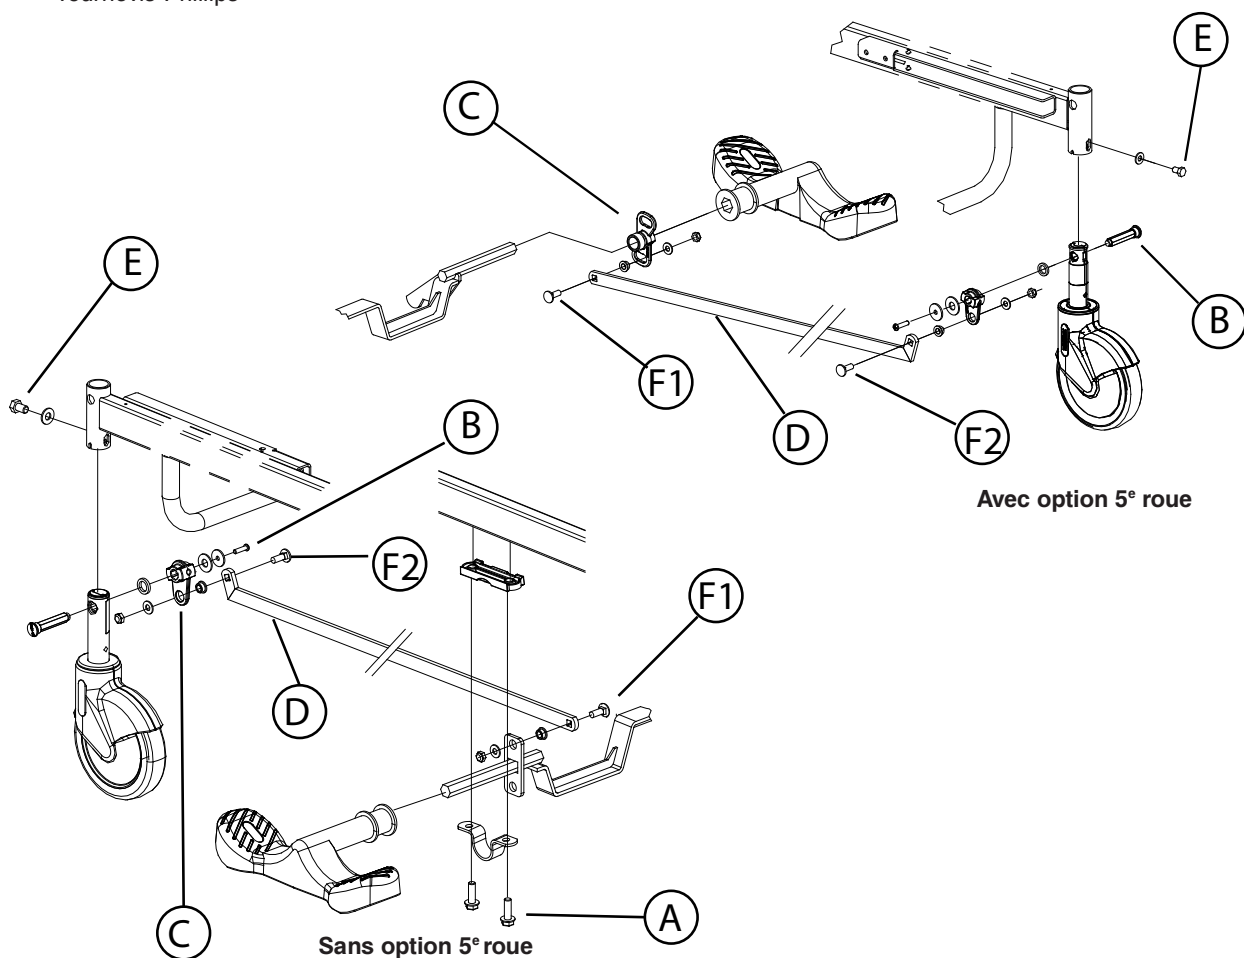

Figure 3.4B
3. À l'aide d'une douille 1/2", retirez les deux boulons (A) retenant le support de 5^e roue (en option) ou le support de balancier (A, Figure 3.4B, page 37) du côté de la pédale à remplacer et déposez le support. Récupérez l'espaceur moulé (B).
3. À l'aide d'une clé à cliquet 1/2", retirez les deux écrous, rondelles, entretoises à épaulement et boulons (F1, Figure 3.4B, page 37) reliant l'extrémité des barres de liaison aux leviers de blocage, du côté des pédales. Pour un lit équipé du système de freinage aux quatre roues (en option), retirez aussi la boulonnerie reliant l'extrémité des deux barres de liaison aux mêmes leviers de blocage.
4. À l'aide d'une clé à cliquet 1/2", retirez les quatre boulons (A) retenant les deux supports de 5^e roue à la base. Récupérez les espaceurs moulés (B). Retirez le mécanisme complet.
6. Retirez et récupérez les deux leviers de blocage (C, Figure 3.4B, page 37).
À moins d'indications contraires, référez-vous à la figure 3.4B, page 37 pour l'illustration des références contenues dans la procédure de remplacement qui suit.